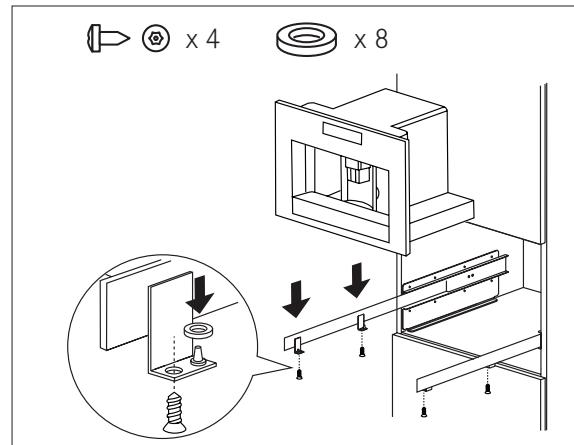

Рис. 5
- Установите прибор на направляющую, проверив правильность вставки штифтов в корпус, а затем закрепите его с помощью винтов, входящих в комплект поставки (рис. 5). Для регулировки высоты прибора используйте распорные диски, входящие в комплект поставки.